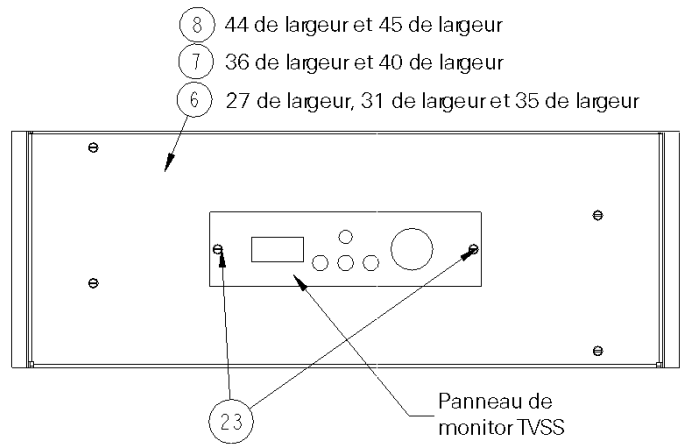

Figure 11. Plaque de monitor TVSS monté au couvercle.
7. **Installer la plaque moniteur de TVSS à la plaque d'obturation.** Monter la plaque du moniteur, fournie avec le TVSS à la plaque du couvercle, [6, 7, or 8], comme montré à la Figure 11. Fixer avec deux vis autotaraudeuses 10-32 x 7/16" [23] et serrer à 22 po.-lb.